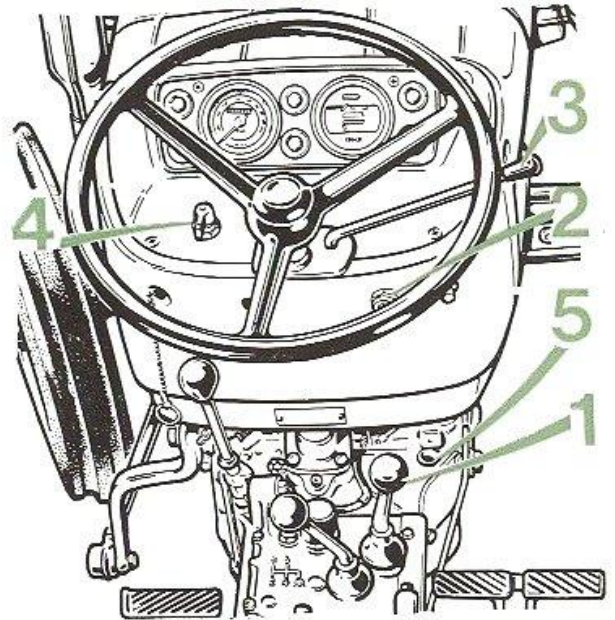

FIG. 27
- 1° Comme pour la pompe Bosch, dévisser d'environ 2 tours la vis de purge du premier filtre (1) et actionner le levier de la pompe d'alimentation jusqu'à ce que le combustible s'écoule sans bulle d'air et revisser le bouchon (1).
- 2° Purger de façon analogue le deuxième filtre à combustible (2).
- 3° Ouvrir les vis (3) du couvercle du régulateur et (4) de la tête hydraulique. Purger d'air et resserrer la vis (4) de la tête hydraulique.
- 4° Desserrer les raccords (5) côté injecteurs sur au moins deux tuyauteries ; amener la manette d'accélération en position maximale et actionner le démarreur à plusieurs reprises d'une durée d'une dizaine de secondes chacune en appuyant à fond sur le bouton (5) (Fig. 27) jusqu'à ce que le combustible s'écoule sans bulle d'air par les raccords des injecteurs.
- 5° Rebloquer les raccords des injecteurs, mettre le moteur en route et ne serrer la vis du couvercle du régulateur (3) que lorsque le combustible s'écoulera sans bulle d'air.